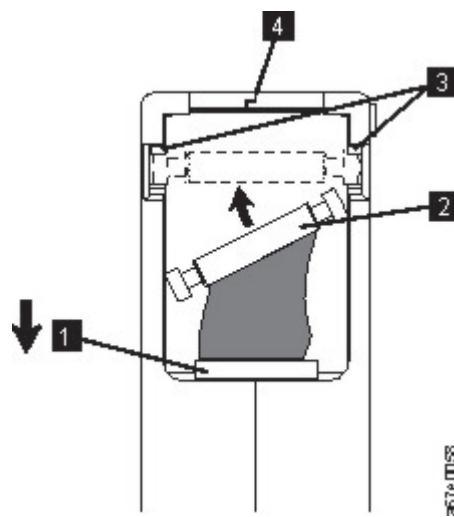

Figure 103. Placing the dislodged leader pin into the correct position
- Inspeccione la parte posterior del cartucho (la parte que se carga primero en el compartimento de carga de cinta) y asegúrese de que no haya ningún hueco en la juntura del estuche del cartucho (consulte 1 en Figura 101 en la página 228 y 4 en Figure 103 en la página 230). Si hay huecos en la juntura (consulte Figura 101 en la página 228), es posible que el eje de guía se haya desplazado. Vaya a “Repositioning or reattaching a leader pin” en la página 229.
1. Slide open the cartridge door (1 in Figure 103 on page 230) and locate the leader pin (2) (you might need to shake the cartridge gently to roll the pin toward the door).
2. With plastic or blunt-end tweezers, grasp the leader pin and position it in the pin-retaining spring clips (3).